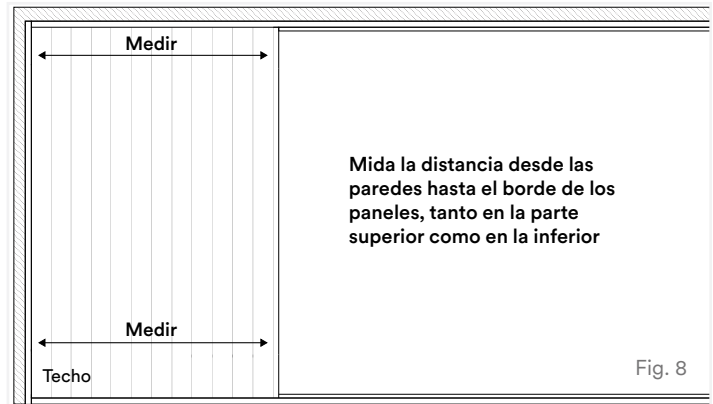

Fig. 8
5. Levante el panel hasta su posición y asegúrese de que quede paralelo a la pared exterior antes de fijarlo. Para ello, mida la distancia desde la pared hasta el borde de sus paneles, tanto en la parte superior como en la inferior del panel. Si las medidas son desiguales, deberá corregir la posición de su panel (Fig. 8).